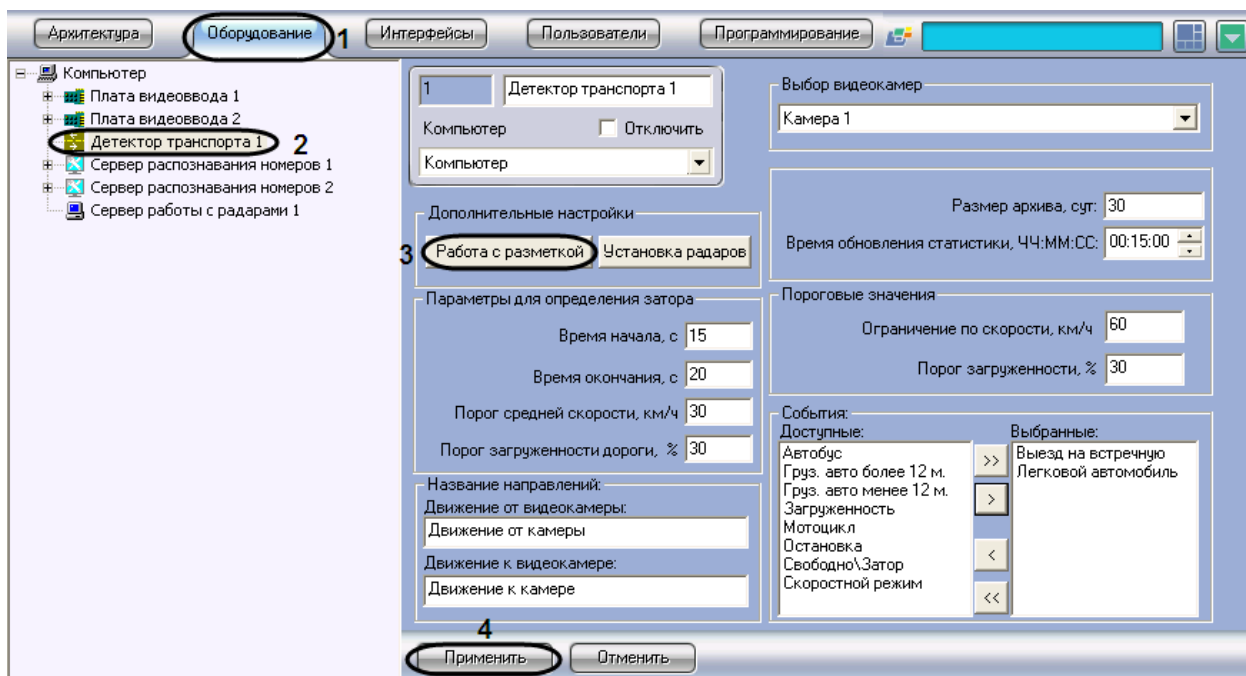

Рис. 7.4-12. Экспортирование файла, содержащего параметры разметки
1. В диалоговом окне «Настройка системы» перейти на вкладку «Оборудование» (Рис. 7.4-12, 1).
2. В дереве объектов на вкладке «Оборудование» выбрать объект «Детектор транспорта», соответствующий настраиваемому программному модулю «Детектор транспорта» (Рис. 7.4-12, 2). В правой части вкладки «Оборудование» отобразится панель настройки выбранного объекта.
3. Нажать на кнопку «Работа с разметкой» и выбрать пункт «Экспорт разметки» (см. Рис. 7.4-12, 3).
5. Нажать кнопку «Применить» (см. Рис. 7.4-12, 4).